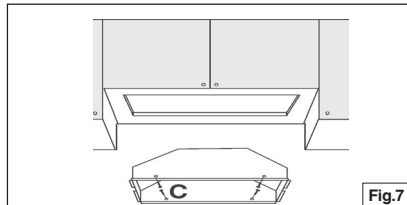

Fig.7
4. Placer la hotte dans le meuble (Fig.7) et verrouillez à l'aide du ressort latéral.
5. Fixer la hotte à l'aide (4) des vis "C" de montage pour tôle.